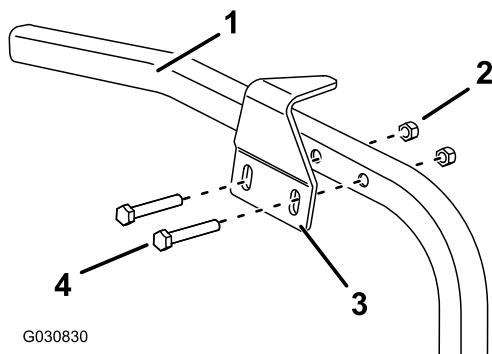

Figura 2
13. Instale el cerradero en la barra izquierda del bastidor, justo por debajo de la cerradura, en los taladros existentes, según se muestra en Figura 2.
14. Sujete el cerradero a la barra del bastidor con 2 pernos (5/16" x 2") y 2 contratuercas (5/16"), como se muestra en la Figura 2.